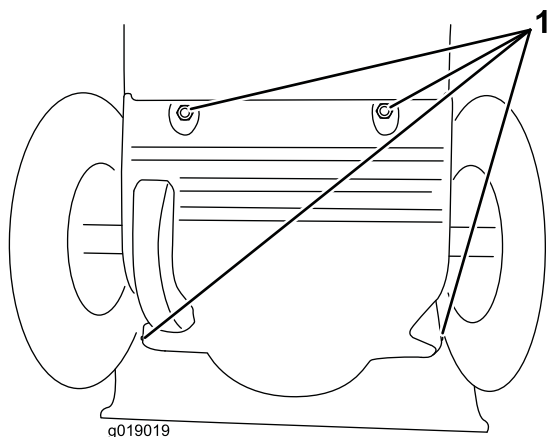

Figura 43
1. Togliete il carter posteriore (Figura 43).